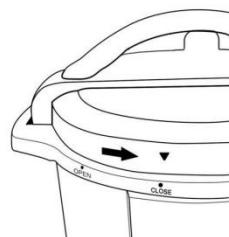

Figura 3
Prestare attenzione ai segni “OPEN” (“APERTO”) e “CLOSE” (“CHIUSO”) al bordo del corpo della pentola a pressione (13) e “▼” sul bordo del coperchio (2). Per una regolare chiusura e bloccaggio del coperchio della pentola a pressione (2) allineare sempre i segni “CLOSE” sull'anello superiore (9) e “▼” sul bordo del coperchio (2) (Figura 3).